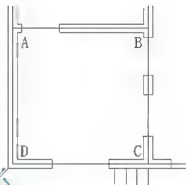

图 3.58 测量“宿舍”的净面积
(1) 选择菜单栏中的【工具】|【查询】|【面积】命令，或在命令行输入“Area”并按 Enter 键，启动【查询面积】命令。
(2) 在指定第一个角点或 [对象(O)/加(A)/减(S)]: 提示下, 打开【对象捕捉】功能, 单击如图 3.58 所示的 A 点作为被测量区域的第一个角点。
(3) 在指定下一个角点或按 Enter 键全选: 提示下, 依次单击如图 3.58 所示的 B、C、D 点作为被测量区域的其他 3 个角点。
(4) 按 Enter 键结束命令, 这样就测量出 A、B、C、D 这 4 点所围合区域的面积。
(1) 选择菜单栏中的【工具】|【查询】|【距离】命令, 或在命令行输入“Di”后按 Enter 键, 启动【查询距离】命令。
(2) 在指定第一点: 提示下, 捕捉图 3.58 中的 C 点作为测量距离的第一点。
(3) 在指定第二点: 提示下, 捕捉图 3.58 中的 B 点作为测量距离的第二点。